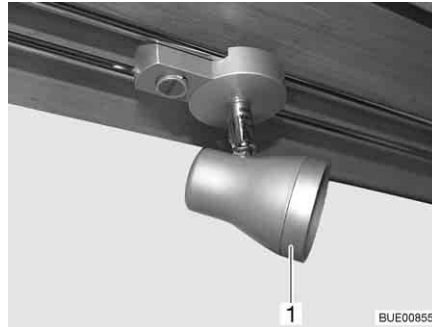

Bild 278 Halogenspotlight (förskjutningsbar)
- Vrid den yttre ringen (Bild 278,1) moturs tills den lossnar från kåpan.